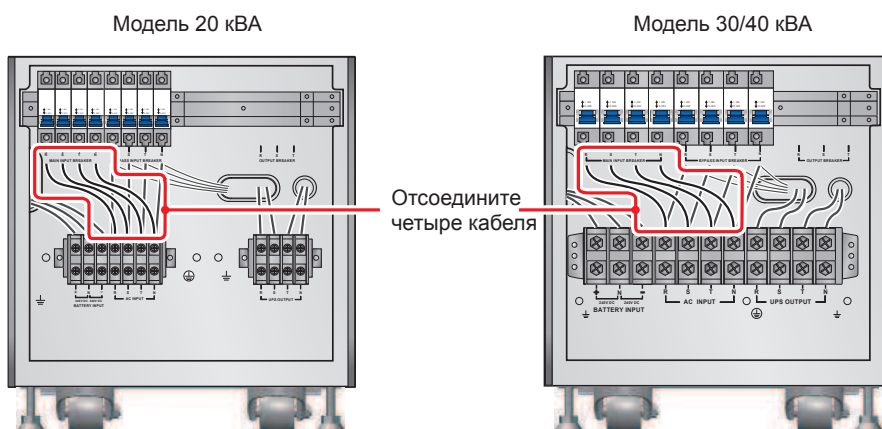

Рис. 6-6. Отключение четырёх кабелей, соединяющих блок зажимов сетевого входа с основным входным размыкателем
1. Удалите четыре кабеля, соединяющие блок зажимов сетевого входа и основной входной размыкатель (см. **рис. 6-6**). Подключите кабели сети переменного тока R, S, T и N к основному входному размыкателью.